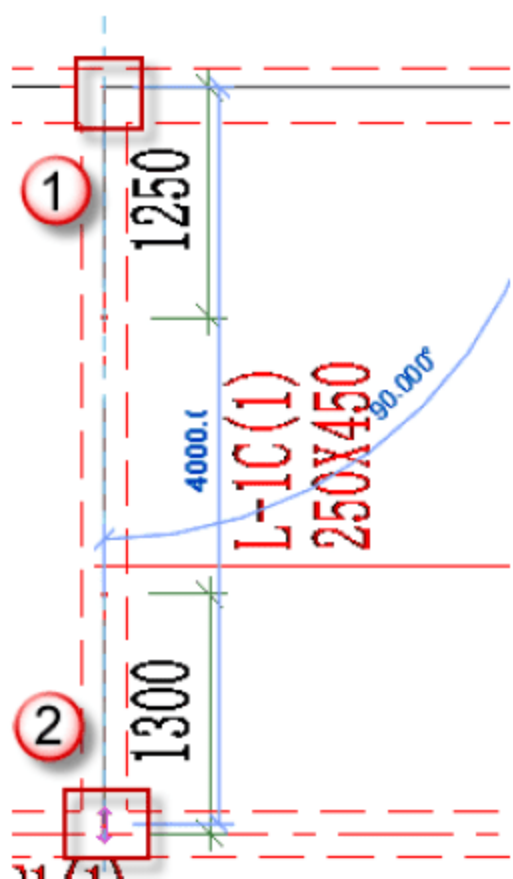

图 4.2.84 绘制 L-1C
(9) 绘制矩形框架梁 L-1C，按快捷键 B+M，放置平面为“标高 2”平面视图，先单击起始柱的中心为起点，后单击终止柱的中心为终点，如图 4.2.84 所示。